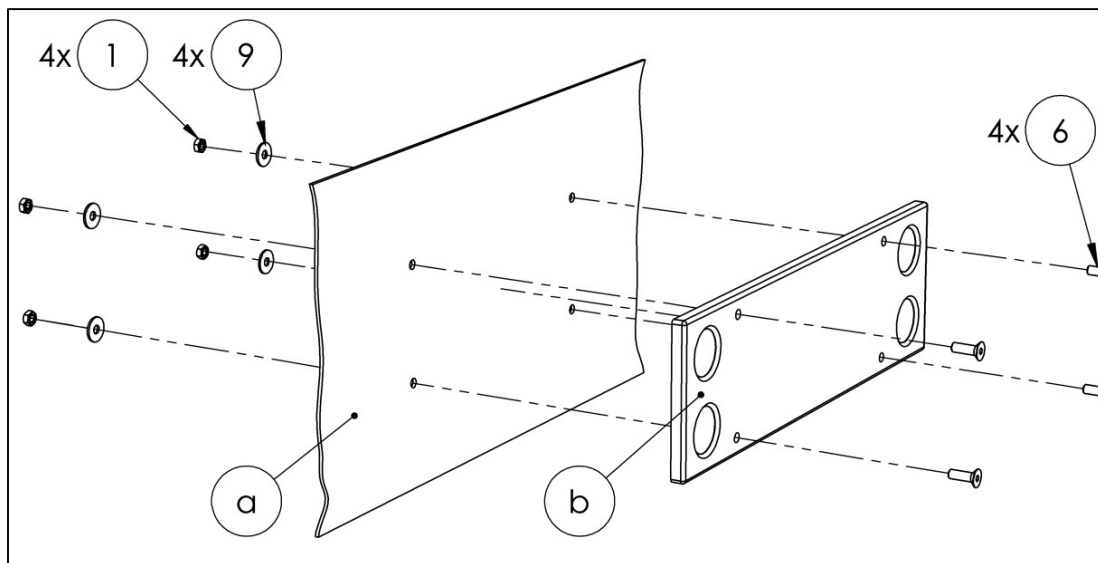
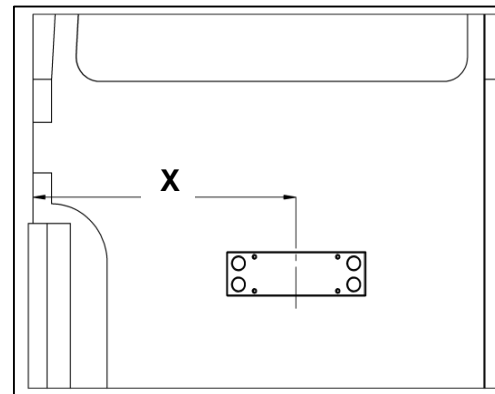

Fig. 37
Fig. 48
- Dirija el cable del panel de control (b) hasta el área de carga de modo que pueda fijarse a la puerta derecha (a) (protéjalo contra torceduras y asegúrese de que la longitud del cable sea la correcta para la puerta completamente abierta, use tubería corrugada si es necesario) (vea la Fig.37) .
- Fije el panel de control a la puerta derecha del vehículo con los sujetadores (1, 6, 9) del juego de accesorios, manteniendo una distancia de 400 mm +/- 100 mm (15 3/4" +/- 1 15/16") según especificaciones (ver Fig. 37 y Fig. 48).